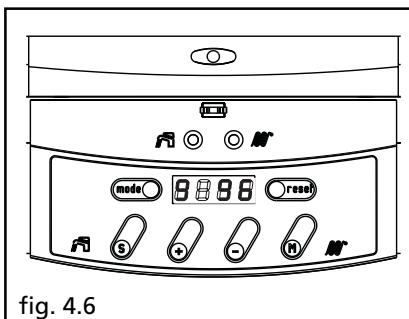

fig. 4.6
- en el primer caso el quemador se apagará temporalmente a causa de la intervención de una protección, la caldera volverá a ponerse en marcha automáticamente al restablecerse las condiciones de seguridad; el display alterna la visualización "9" seguida por la temperatura de calefacción con "b" seguido por el código error, la señalización verde de estado caldera está encendida fija (fig. 4.6 y 4.7);
- no primeiro caso o queimador apagase temporaneamente por causa da intervenção de uma protecção, a caldeira arrancará automaticamente quando se mostrarem restabelecidas as condições de segurança; o display alterna a visualização "9" seguida pela temperatura de aquecimento com "b" seguido pelo código de erro, a sinalização verde de estado caldeira está acesa fixa (fig. 4.6 e 4.7);